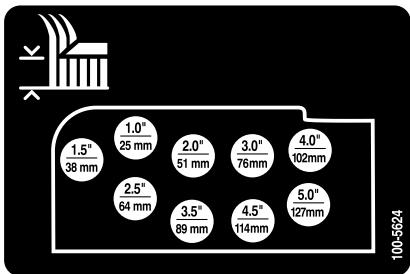

Рисунок 25
10. Закрепите цепи регулировки высоты скашивания в требуемом отверстии с помощью шпллинтуемого штифта и игольчатого шпллинта (Рисунок 25).